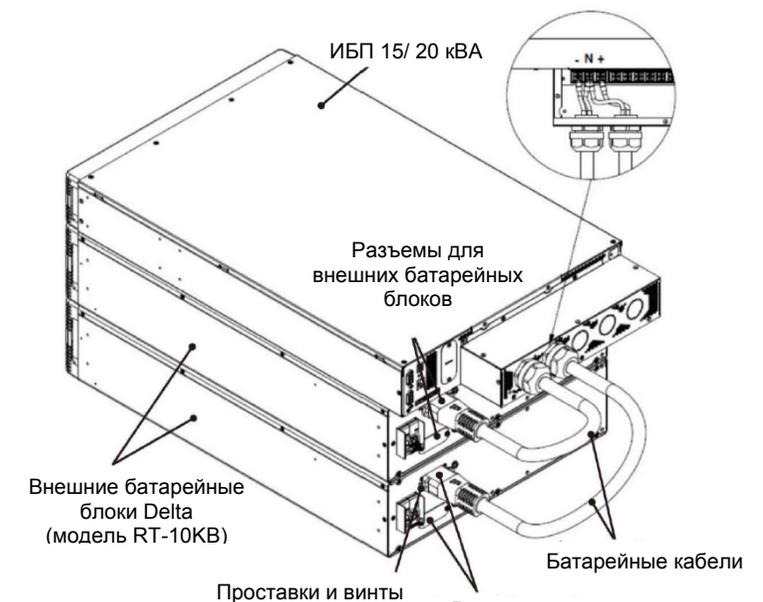

Рисунок 11
- 3) Подключите два батарейных кабеля к соответствующим разъемам батарейных блоков. Для надежного крепления батарейного кабеля к батарейному блоку используйте по два винта и по две проставки на каждый кабель (прилагаются к батарейному кабелю). См. **Рисунок 11**.